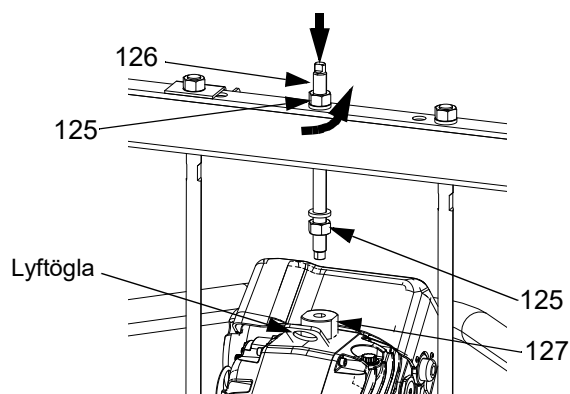

FIG. 50: 200-liters tryckplatta
5. Koppla bort drivenheten (AB):
- a. *D200 3 tum och D200s 6,5 tum tryckmatningsenheter:* Fäst en säker lyftstropp i lyftögla på drivenheten. Lossa muttern (125) under tvärstycket. Använd skiftnyckeln för att hålla lyfttringens adapter (127) på plats och lossa den gängade stängen (126) ovanför tvärstycket med en annan skiftnyckel. Se FIG. 50.